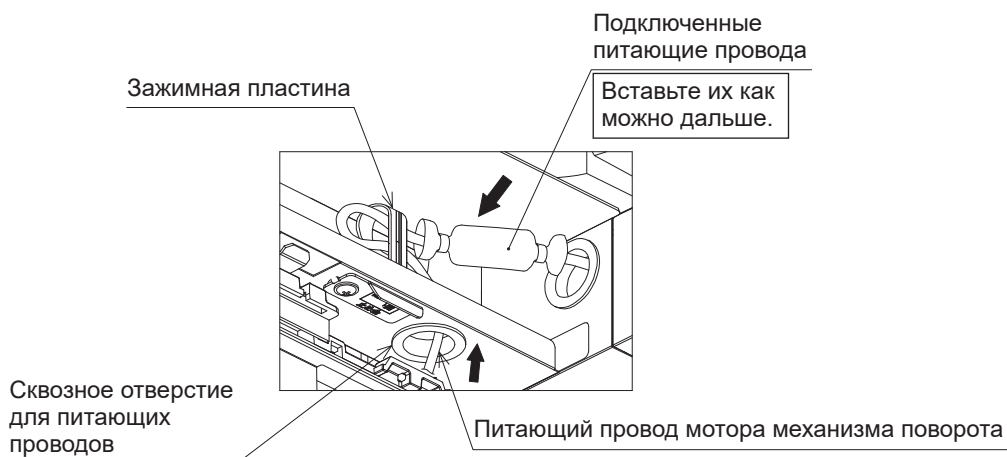

Рисунок 21
6. Пропустив питающие провода мотора механизма поворота через сквозное отверстие для проводов (См. **рисунок 21.**), наденьте на питающий провод мотора стекловолоконную трубку (большого диаметра) (4). Затем подсоедините релейный жгут (большой) (3) к питающему проводу мотора механизма поворота. (См. **рисунок 22.**)
8. Протяните питающие провода мотора механизма поворота в положение, показанное на **рисунке 21**, и закрепите их с помощью зажимной пластины. (См. **рисунок 21.**)